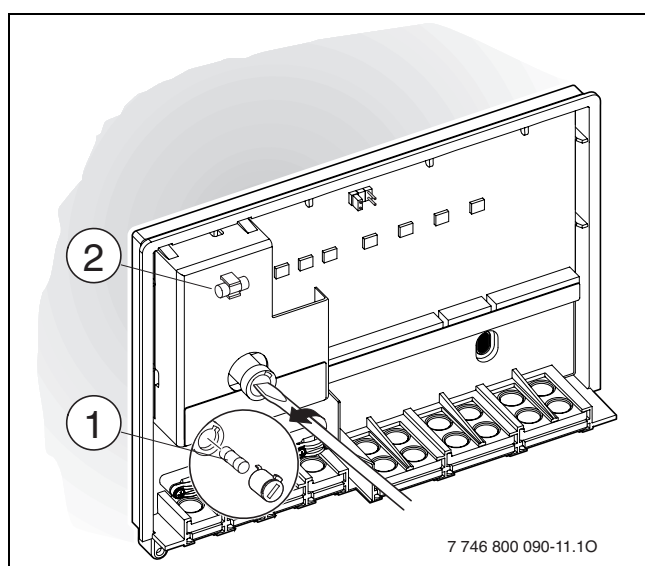

Fig. 14
- ▶ Cambie el fusible [1] por uno del mismo tipo (2,5 AT, cerámica, relleno de arena) (→ fig. 14). Hay un fusible de repuesto [2] en la cubierta del módulo ICM.